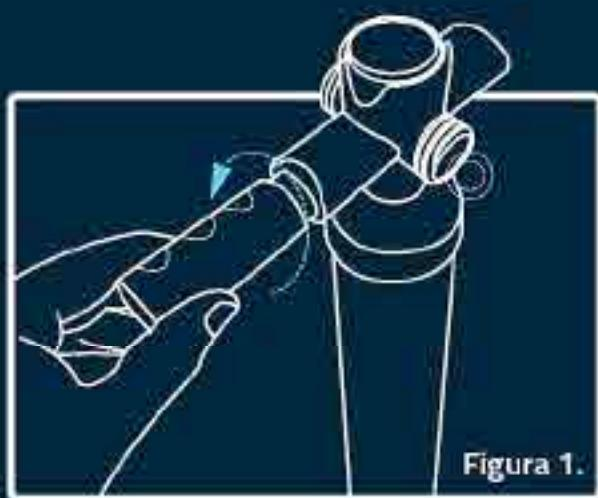

Figura 1.
- Per rendere la pompa più compatta rimuovi le maniglie ruotandole in senso antiorario. **Figura 1** fino al completo distacco e fai scorrere sui due supporti. **Figura 2**